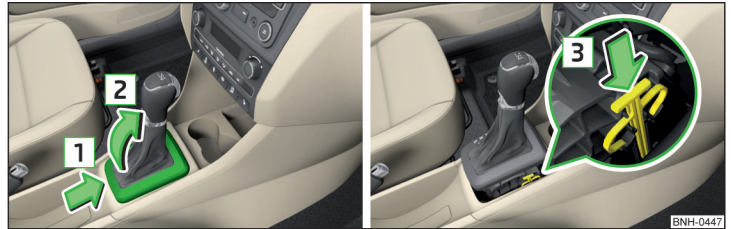

Abb. 154 Wählhebel-Notentriegelung
- › Mit einer Hand auf die Kante der Abdeckung in Pfeilrichtung **1** » Abb. 154 drücken.